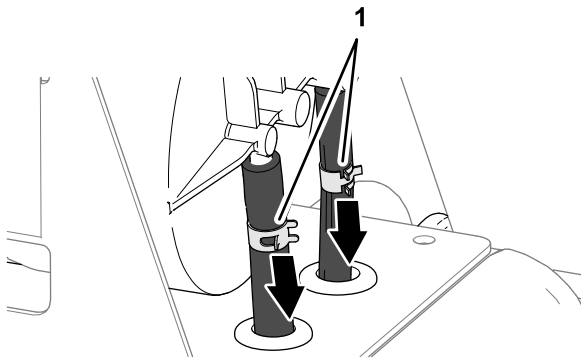

Figure 81
3. Desserrez les 2 colliers qui maintiennent les flexibles sur les raccords du filtre à charbon actif (Figure 81).